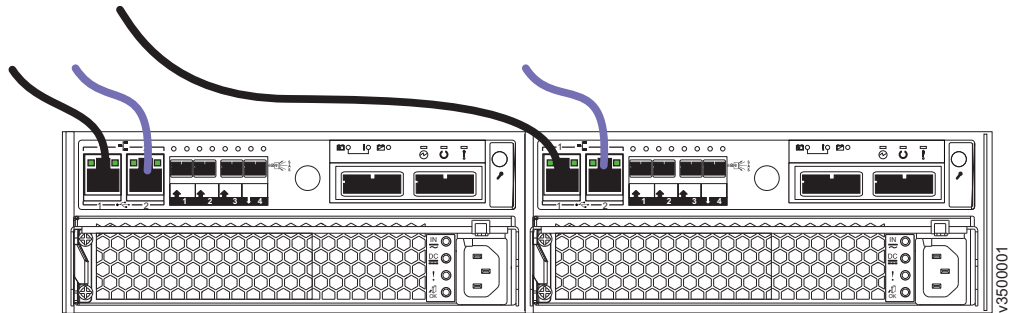

图 27. 连接以太网电缆
1. 将每个节点容器上的以太网端口 1 连接到同一以太网交换机，如图 27 所示。
2. （可选）将每个节点容器上的以太网端口 2 连接到同一以太网交换机。（图 27 以较亮颜色显示这些可选电缆。）